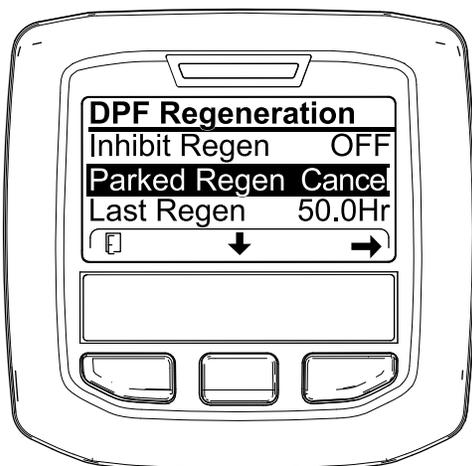

Рисунок 61
1. Перейдите к меню регенерации DPF (Рисунок 61).
2. Нажмите среднюю кнопку, чтобы перейти вниз к опции PARKED REGEN CANCEL (ОТМЕНА СТАЦИОНАРНОЙ РЕГЕНЕРАЦИИ) (Рисунок 61) или к опции RECOVERY REGEN CANCEL (ОТМЕНА ВОССТАНОВИТЕЛЬНОЙ РЕГЕНЕРАЦИИ) (Рисунок 62).
3. Нажмите правую кнопку для выбора опции Regen Cancel (Отмена регенерации) (Рисунок 61 или Рисунок 62).